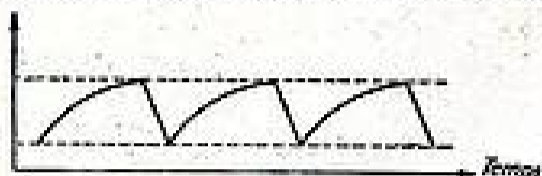

Fig. 5
c) La lampe finale exige à l'entrée une tension dite « en dent de scie exponentielle » comme celle de la figure 5.
La forme de la tension d'entrée est généralement obtenue en modifiant à l'aide d'un dispositif de contreréaction, la forme normale de la figure 5.
Ce correcteur a pour effet de modifier une courbe comme celle de la figure 5 en une courbe dont la concavité est tournée dans le sens opposé comme celle de la figure 4.